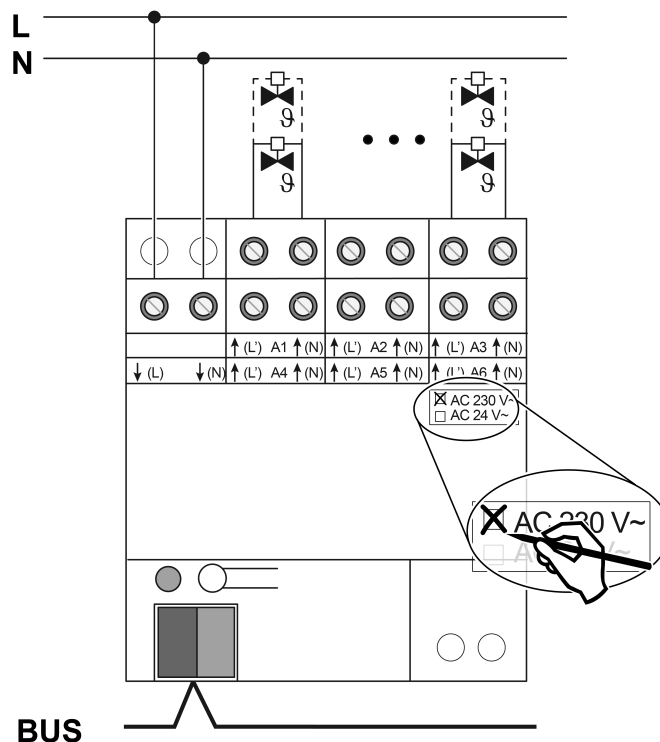

Figura 2: Conexión de accionamientos reguladores 230 V
- Conectar los accionamientos reguladores AC 230 V según el plano de conexiones (véase figura 2).